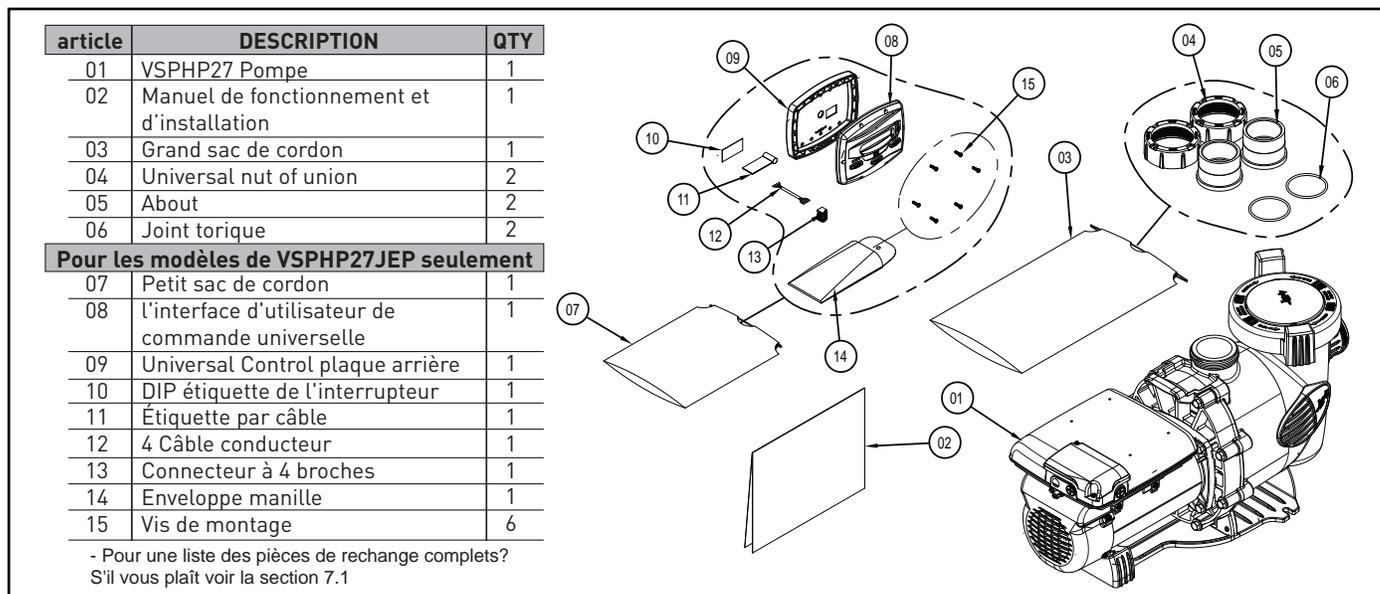

Figure 1. Contenu du carton
Nombre de bouches d'aspiration par pompe - Fournir au moins deux (2) bouches d'aspiration hydrauliquement équilibrées, avec couvercles, en guise de bouches d'aspiration pour chaque conduite d'aspiration de pompe de circulation. Les centres des bouches d'aspiration sur toute conduite d'aspiration doivent être à au moins un (1) mètre (3 pi) l'une de l'autre, de centre en centre. Voir Figure 1.
Le système doit être conçu pour comprendre au moins deux bouches d'aspiration (drains) connectées à la pompe chaque fois que la pompe fonctionne. Cependant, si deux (2) bouches d'aspiration aboutissent à une seule conduite d'aspiration, cette dernière peut être équipée d'un robinet qui coupera les deux bouches d'aspiration de la pompe. Le système doit être conçu de manière à ne pas permettre une fermeture ou un isolement distinct ou indépendant de chaque drain. Voir la Figure 1.
2. Inspecter le contenu du carton et vérifier les contenus, voir la "Figure 1. Contenu du carton".